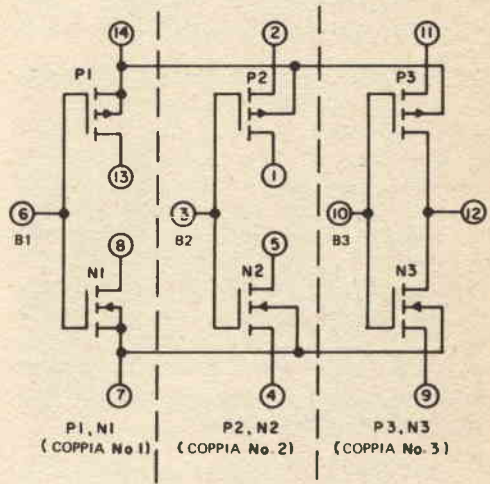

Fig. 2 - In questo schema sono illustrate le strutture a tre sezioni dei COS/MOS tipo CD-4007AE e CA3600E della RCA.
Passando dalla teoria alla pratica, consideriamo alcune unità CMOS rappresentative. I tipi CD-4007AE e CA3600E (fig. 2) vengono entrambi costruiti dalla RCA. Queste due unità sono state scelte come esempi perché possono essere usate per condurre una grande varietà di esperimenti e perché illustrano gli aspetti sia numerici sia lineari del CMOS. I tipi CD-4007AE e CA3600E hanno identica disposizione dei piedini e sono intercambiabili in molti circuiti. La differenza più importante tra i due è che il CA3600E ha caratteristiche controllate per il servizio lineare, che, in genere, è più stretto.
**Oscillatore a cristallo** - Nella *fig. 2* è rappresentato un semplice oscillatore a cristallo. Il
*Fig. 2 - Questo oscillatore a cristallo può essere utile nell'allineamento degli stadi di un radiorecettore; allo scopo, si sfruttano le armoniche del segnale da esso prodotto, che si estendono su tutta la banda delle onde medie.*